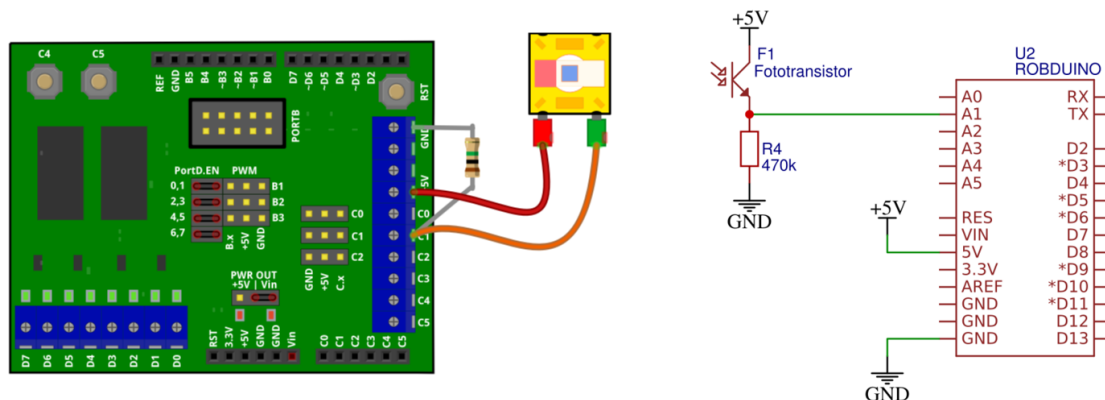

Figure 3: Priključitev foto-tranzistorja kot svetlobni senzor.
1. Priključite foto-tranzistor v delilnik napetosti z uporom, kot prikazuje fig. 3.